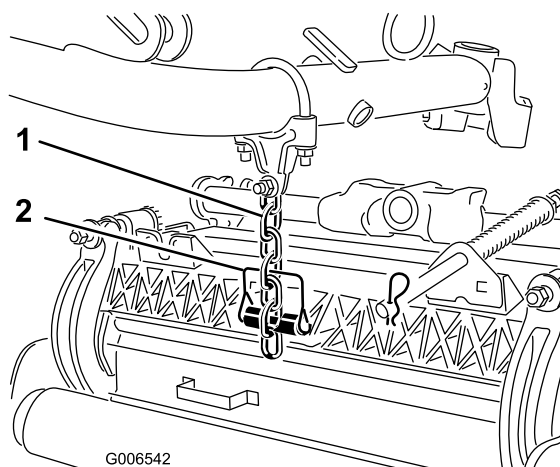

Figura 14
7. Fissate la catena del braccio di sollevamento alla staffa della catena dell'apparato di taglio (Figura 14) con il perno di ritenuta, come indicato di seguito: